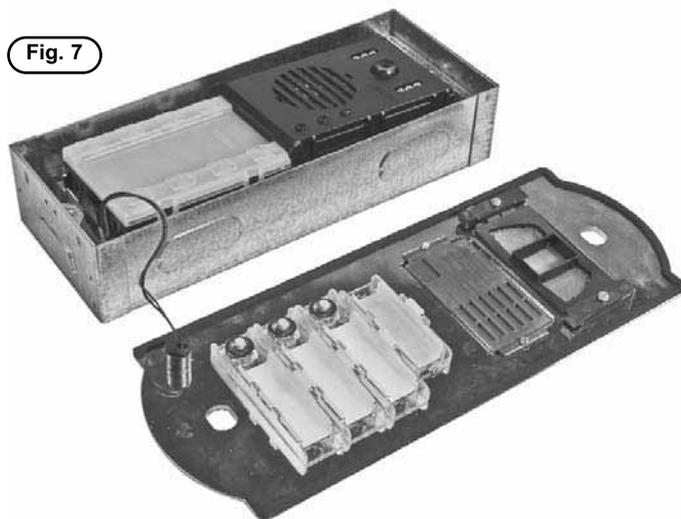

Fig. 6
- Collegare la morsettiera dell'unità elettronica alla morsettiera per mezzo del cablaggio presente nel lato superiore (fig. 6)